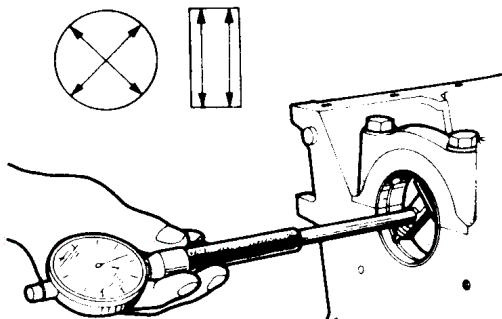
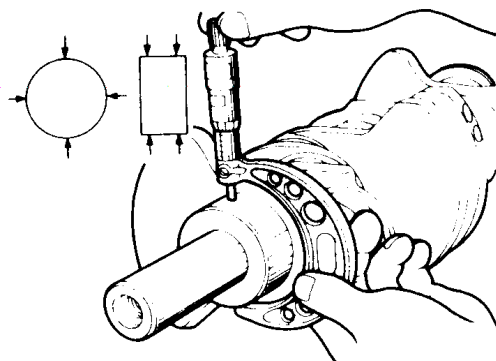

图 2-103 测量曲轴主轴承内径
图 2-104 测量曲轴主轴颈直径
(1) 检查曲轴主轴颈和曲柄销有无条状擦伤和卡住伤痕，如果有必要应予以更换。
(2) 测量主轴颈的外径和曲轴主轴承的内径（图 2-103 和图 2-104）。计算出主轴承的油隙，其标准值为 $0.02\sim 0.05\text{mm}$ ，极限值为 0.1mm 。如果曲轴主轴承的内径和主轴颈的外径之差（油隙）超过极限值，则应更换曲轴主轴承，如有必要还应更换曲轴。当磨削曲轴，减小尺寸继续使用时，则曲轴主轴承也应换用相应减小尺寸的一种。